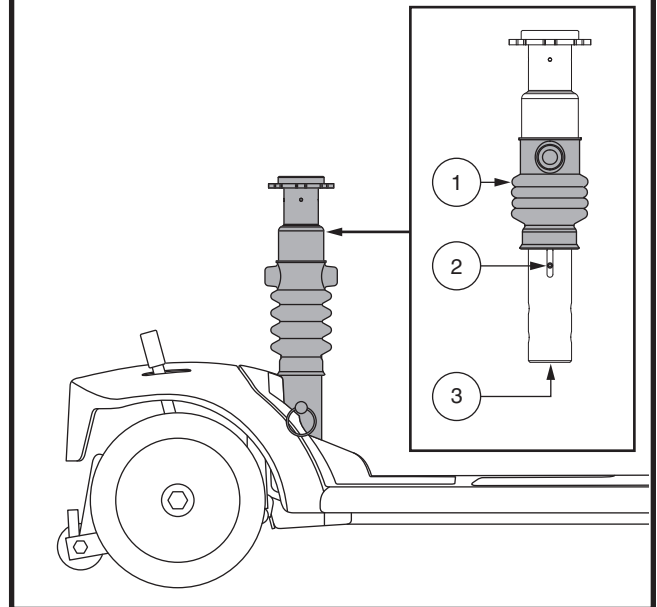

Figure 31 Réglage de la suspension du siège
Le mât du siège agit comme un absorbeur et peut être ajusté à différents degrés pour le confort de la conduite. Utilisez les vis de réglage qui sont visibles à travers la fenêtre de réglage sur le côté du mât comme guide lors du réglage. Faites glisser le manchon en caoutchouc vers le haut pour exposer les vis de réglage. **Voir la figure 31.**
3. Insérez une douille de 13 mm avec une extension au bas du mât. **Voir la figure 31.**